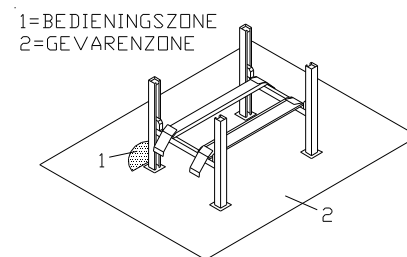

Fig.6
**De veiligheidszone (Fig.6) wordt bepaald door de afmetingen van het voertuig.**
Tijdens stijg- en daalbewegingen moet de bediener zich in de bedieningszone (1) bevinden, zoals aangegeven in Fig.6 . De aanwezigheid van personen onder het voertuig is alleen toegestaan als het voertuig geparkeerd is in de geheven stand.